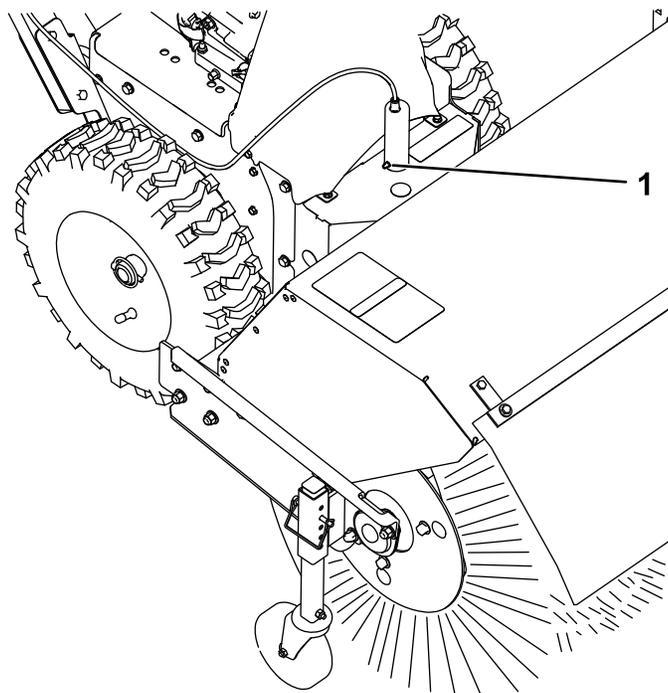

Figure 23
1. Graissez la connexion de la goupille de blocage d'inclinaison avec de la graisse au lithium n° 2 (Figure 23).